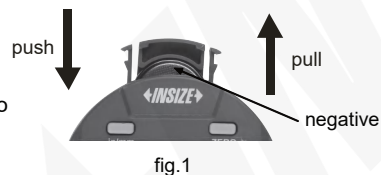

fig.1
1. Inserire e rimuovere la batteria (CR2032); il polo negativo della batteria deve essere rivolto verso l'esterno (fig. 1).